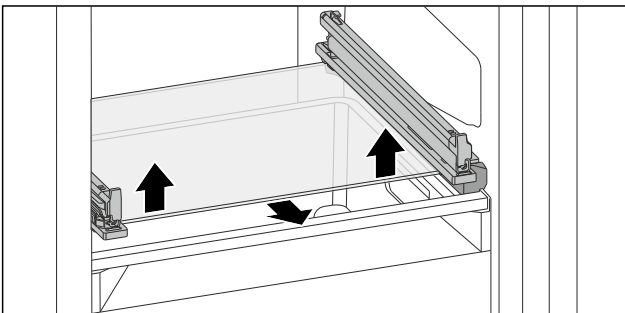

Fig. 140 Стеклнная пластина откидного выдвижного ящика
- ▶ Нажмите на стеклнную пластину снизу вверх с обеих сторон. (см. Fig. 140)